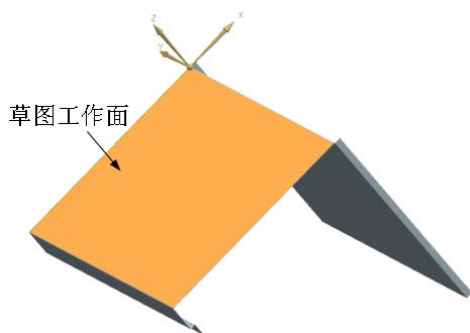

图 11-23 选择草图工作平面
(2) 在“法向除料”对话框中, 单击“绘制截面”按钮 , 打开“创建草图”对话框, “平面方法”选择“现有平面”。在视图区选择草图工作平面, 如图 11-23 所示。